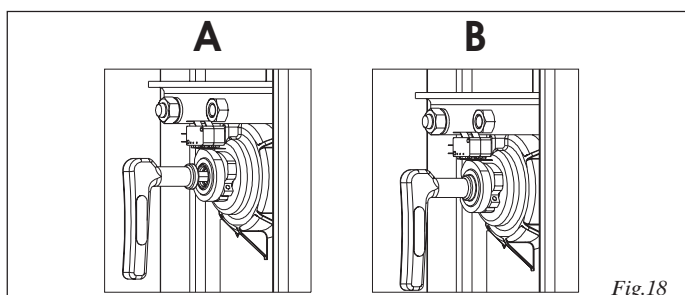

Fig.18
- Den Spezialschlüssel im Pfosten in die Entriegelungsöffnung (Abb. 18 - Bez. A) einführen und im Uhrzeigersinn einige Male bis zum mechanischen Anschlag drehen.
Achtung: Auf dem Entriegelungsschlüssel befindet sich ein kreisförmiger Rand, der auf die Welle aufgelegt werden muss (Abb. 18, Bez. B). Wenn diese Position erreicht ist, den Entriegelungsschlüssel nicht weiter drehen, um die Funktionstüchtigkeit des Systems nicht zu beeinträchtigen.